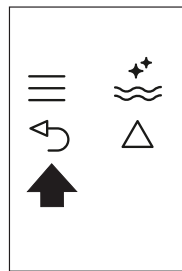

Fig. 25
- ▶ Pulse el icono ↶ (B6) (Fig. 25) una vez para salir de la función o dos veces para salir del menú.